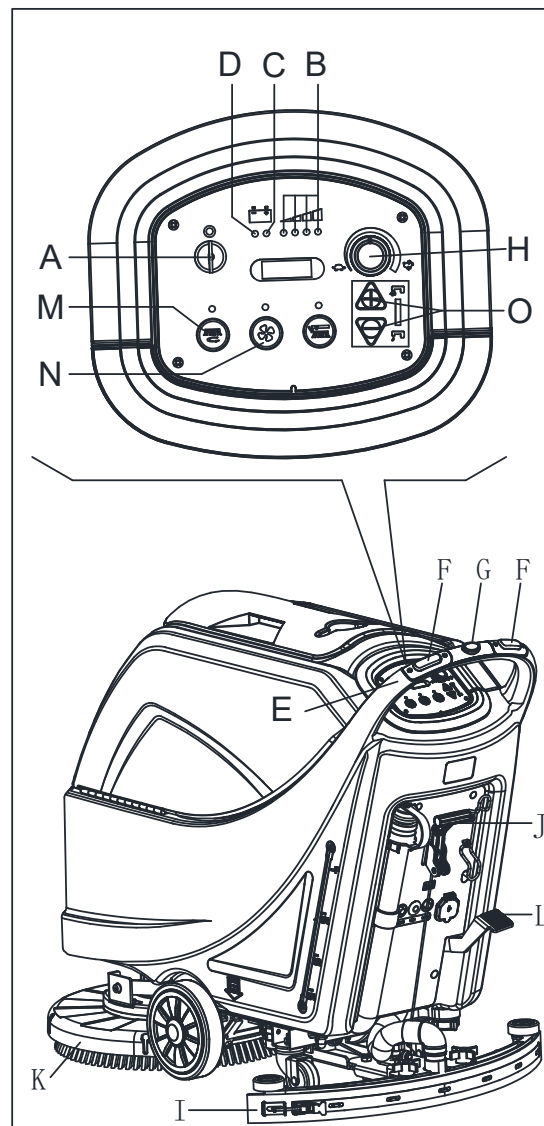

Figura 8
2. Insezați cheia de contact (A, Figura 8) și rotiți-o până la poziția "I". Verificați ca ledul verde (B) să se aprindă (baterie încărcată). Dacă se aprinde ledul galben (C) sau cel roșu (D) puneți cheia de contact din nou pe poziția "0" și încărcați bateria (vedeți procedura la capitolul Mentenanță).
- Prin apăsarea cu mâinile pe ghidon (E) (numai pentru mașina fără tracțiune).
- Prin apăsarea cu mâinile pe ghidon (E) și apăsarea comutatorului (F) pentru deplasarea înainte, sau apăsarea comutatorului (F) împreună cu comutatorul (G) pentru deplasarea în marșarier (numai pentru mașina cu tracțiune). Viteza deplasării înainte poate fi ajustată cu ajutorul (H).
4. Coborâți mopul (I) cu ajutorul pârgheii (J).
5. Coborâți puntea periei / suportului de lavetă (K) prin ridicarea pedalei (L). (numai pentru discuri)
6. Apăsăți comutatorul periei / suportului lavetei (M) și comutatorul sistemului de aspirare (N).
7. Apăsăți comutatoarele de control debit apă de spălare (O) după cum este necesar, în funcție de tipul de curățare ce urmează a se executa.
- (numai pentru mașina fără tracțiune) apăsând mașina cu mâinile pe ghidonul (E) și apăsând comutatorul (F).
- (numai pentru mașina cu tracțiune) apăsând mașina cu mâinile pe ghidonul (E) și apăsând comutatorul (F). Dacă este necesar, viteza deplasării înainte poate fi ajustată cu ajustorul (H).
1. Coborâți suportul periei / tamponului prin apăsarea comutatorului perie / tampon (M Figura 8).
2. În timp ce țineți cu ambele mâini mânerul mașinii, apăsați comutatorul de protecție (F, Figura 8), apoi manevrați mașina și începeți să rașchetați / uscați podeaua.